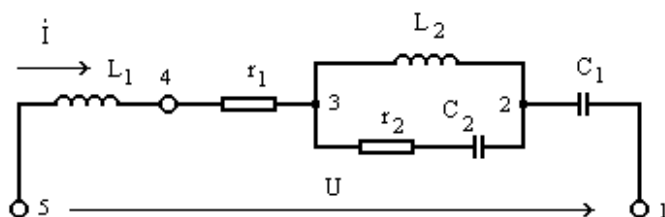

Рис.6.3
3. Для схемы двухполюсника (рис. 6.3) заданы параметры: $L_1 = 5$ мГн; $r_1 = 150$ Ом; $C_1 = 0,667$ мкФ; $L_2 = 10$ мГн; $r_2 = 100$ Ом; $C_2 = 1$ мкФ; текущее напряжение на входе $u = 10 \cdot \sqrt{2} \cdot \sin(10^4 \cdot t)$ В. Найти текущее напряжение $u_{C_2}(t)$ на конденсаторе C_2 .